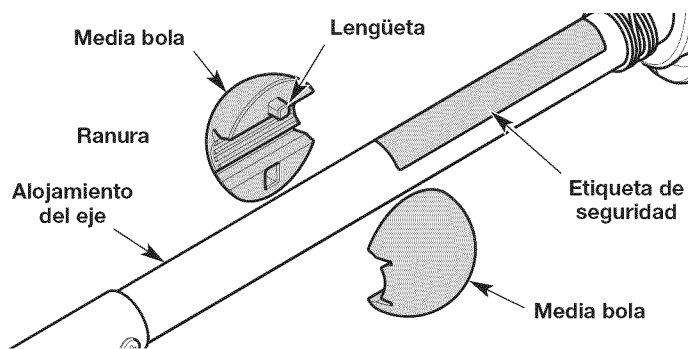

Fig. 2
1. Coloque una media bola de cada lado del alojamiento del eje (Fig. 2). Alinee cada lengüeta con su correspondiente ranura de la media bola opuesta (Fig. 2). Junte las dos medias bolas. Compruebe que la bola esté ubicada más allá del extremo de la etiqueta de seguridad (Fig. 2).